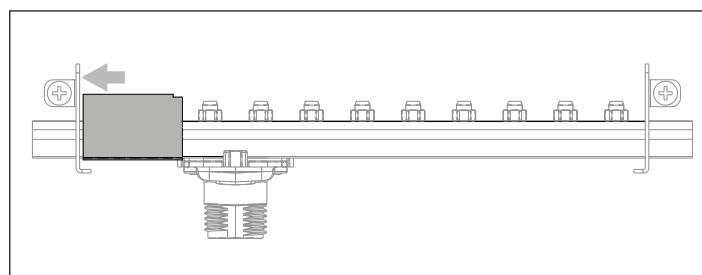

Fig. 12 - Posizionamento piastrina
- Per trasformazioni a GPL posizionare la piastrina sul collettore come indicato in fig. 12